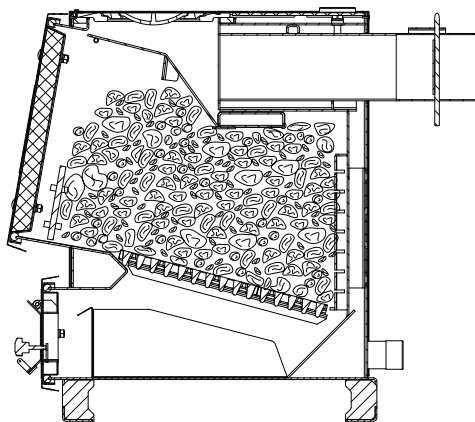

Рис.6 Схема загрузки аппарата
- Добавьте очередную порцию топлива, когда разгорится первый слой основного топлива, равномерно распределить его по всему объему в соответствии **Рис.6**;